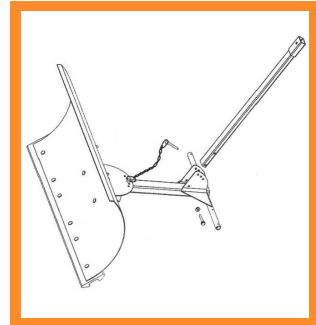

Bild . 2
3. Zur Befestigung des Griffunterteils (Teil G) verwenden Sie die andere Flanschschaube M6 x 35 und stecken diese in das untere vorgebohrte Loch. Mit einem kleinen Bolzen, einer Unterlegscheibe und einer Spannscheibe befestigen (Bild 2).